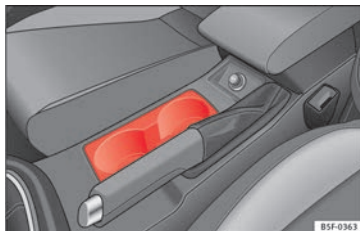

Fig. 155 Console centrale: portabevande anteriore.
– Porre le bevande nel supporto »» **fig. 155**.